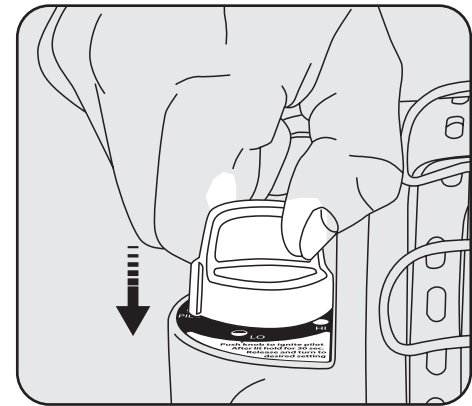

Figura 4
4. Presione y gire la perilla de control en sentido antihorario hasta la posición "PILOT" (piloto). Ver la Figura 4. El encendedor creará una chispa para encender el quemador del piloto, (de ser necesario, repita esta presionada la perilla de control hacia adentro en la posición de "Piloto" por 30-60 segundos.